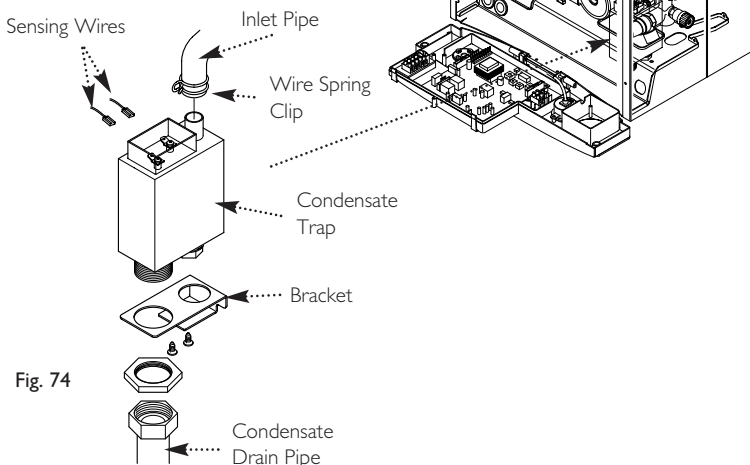

Fig. 74
14.17 Condensate Trap (Fig. 74)